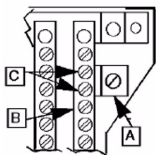

FIGURE 1/FIGURA 1
4. When the load center is NOT used as service equipment (Neutral Assembly is NOT bonded or grounded): Install neutral lug (A) **ONLY** in neutral bar (B) as shown Figure 1. Determine which neutral picture best represents your load center.
6. Loosen two terminal screws (C) in neutral bar (B). Insert both tangs of neutral lug (A) into two wire holes of neutral bar. Position as shown and secure with same two terminal screws.
4. Lorsque le centre de distribution N'EST PAS utilise comme appareil de service (l'ensemble du neutre N'EST PAS fixe/mis a la terre) : Installer le cosse du neutre (A) **SEULEMENT** dans la barre du neutre (B) comme indique sur les figure 1. Rechercher l'image du neutre qui représente le mieux votre centre de distribution.
6. Desserrer les deux vis de home (C) sur la barre du neutre (B). Insérer les deux pinces de la cosse du neutre (A) dans les deux trous de fil de la barre du neutre. Positionner comme indique et attacher avec les mêmes deux vis de home.